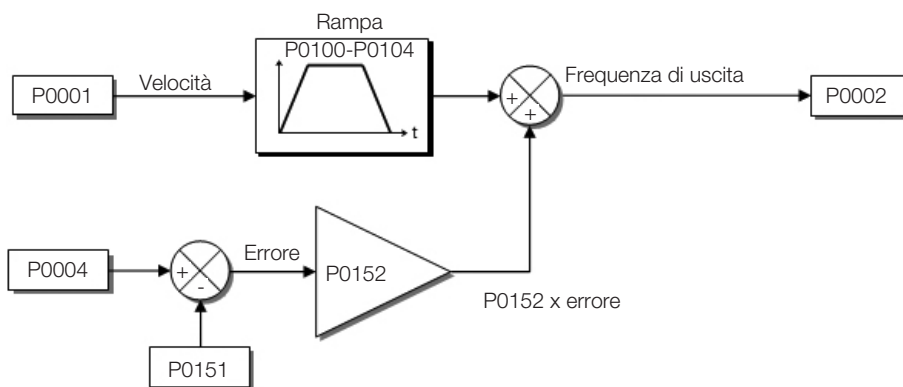
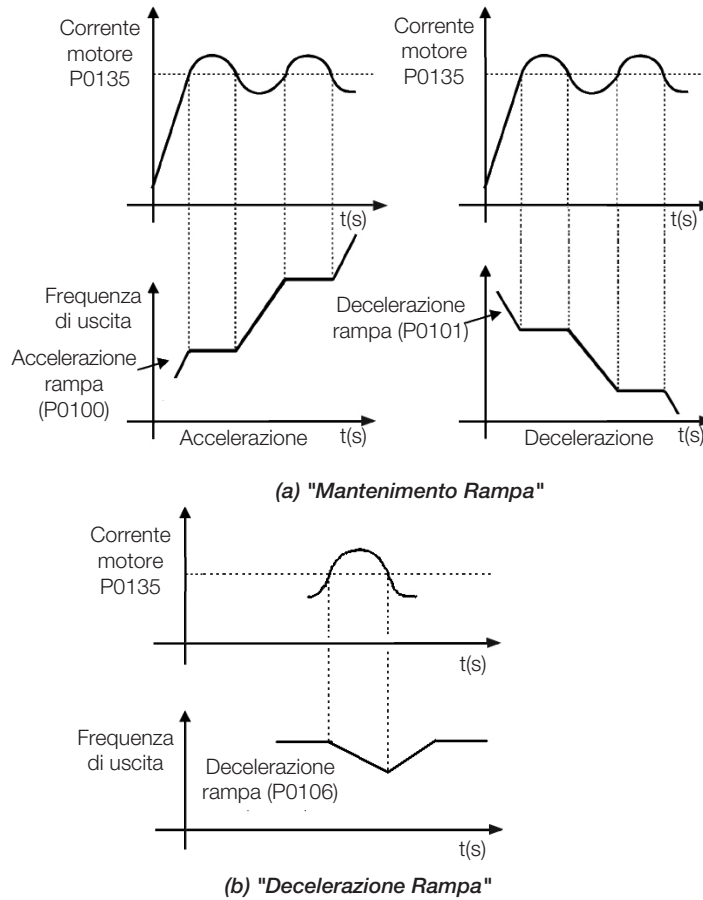

Figura 9.8: Diagramma a blocchi della limitazione tensione del circuito intermedio - Accelerazione rampa
Figura 9.10: (a) e (b) Modalità di attuazione della limitazione di corrente tramite P0135
- Attuazione: la tensione del circuito intermedio viene misurata (P0004) e confrontata con il valore impostato in P0151; la differenza tra questi segnali (errore) viene moltiplicata per il guadagno proporzionale (P0152); il risultato è quindi aggiunto all'uscita della rampa, come da Figura 9.8 e Figura 9.10.
- Attuazione: se la corrente del motore supera il valore definito in P0135 durante l'accelerazione o la decelerazione, la velocità non verrà più aumentata (accelerazione) o diminuita (decelerazione). Quando la corrente del motore scende al di sotto del valore definito in P0135, il motore riprenderà ad accelerare o decelerare. Fare riferimento alla Figura 9.10.
- Attuazione: se la corrente del motore supera il valore definito in P0135 viene forzato un valore zero per l'ingresso velocità rampa, forzando la decelerazione del motore. Quando la corrente del motore scende al di sotto del valore definito in P0135, il motore accelera di nuovo. Vedere Figura 9.10.
Livello di corrente per attivare la limitazione di corrente per le modalità Mantenimento rampa e Decelera rampa, come da Figura 9.10 rispettivamente.